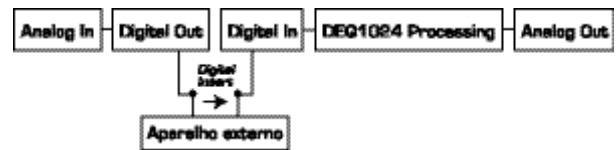

Fig. 2.5: Fluxo de sinais no modo PRE EQ
- 11 Para seleccionar o modo de funcionamento geral do aparelho, prima longamente a tecla **CONFIG**: **ANALOG** (LED verde), **DIGITAL** (LED amarelo), **PRE EQ** (LED amarelo) ou **POST EQ** (LED amarelo). No modo **PRE EQ** e **POST EQ** as ligações digitais da retaguarda podem ser utilizadas como ponto de inserção digital (Insert), por exemplo, como processador dinâmico suplementar. No modo **PRE EQ** o ponto de inserção encontra-se à frente do EQ, porém no modo **POST EQ** encontra-se atrás (ver fig. 2.5 e 2.6).